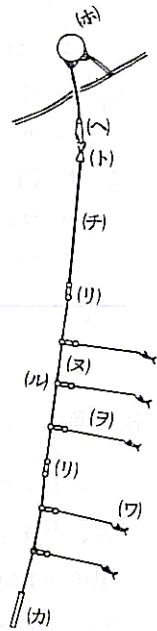

図1-3 枝元サルカンのつけ方
- (ハ) 枝元サルカンのつけ方 (図1-3)
表 1-1 の漁具の仕様のように幹縄はさがり (立縄) との関係で28~30mで両端にツボが作られ所用の幹縄はそれぞれ連結される。その連結部のツボに図 1-2 のように両耳つきの耐圧浮子の片耳を通してとりつけられ、片方にはさがり (立縄) 結着用縄 (長さ50cm程度) の先にスナッチフックがとりつけられる。立縄は道糸の上端に双葉サルカンをとりつける (操業時に浮子つきスナッチフックと着脱) 幹糸のナイロンテグス部は中間で分離され、サルカンがとりつけられる。枝元サルカンは幹糸のナイロンテグスカサルカンの穴から抜けないように図 1-3 のように三重の止め結びで止めサルカンをいれて、3~4 m 離して同じようにして止める。おもりは鉄筋を使い、図 1-4 のように幹糸ナイロンテグスのツボにひっかけるため鉄筋は片先に穴をあけステンレス番線を L 状に作っておいてそれぞれセットする。